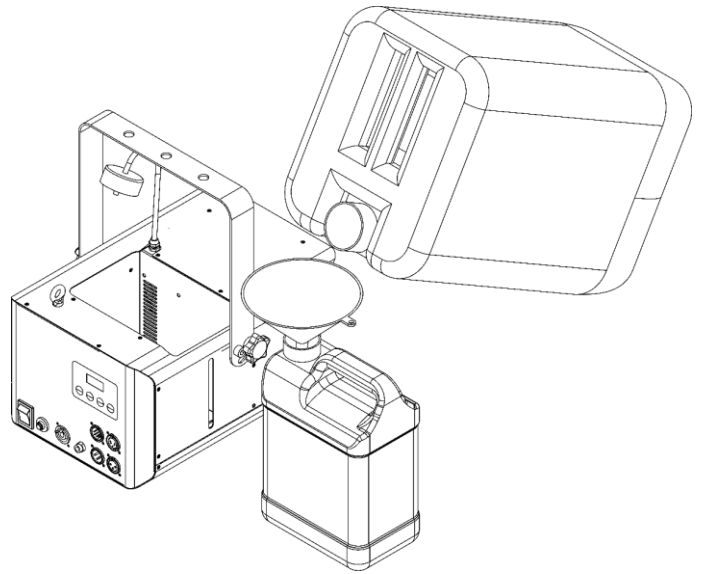

Abb. 11
05) Benutzen Sie einen Trichter, um das Nebelfluid in den Tank zu füllen, wie in Abb. 11 gezeigt.